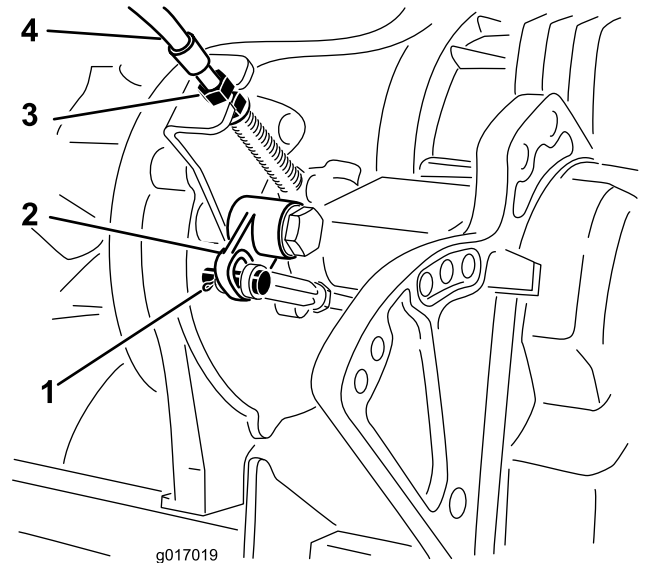

图46
注意： 如果出现松弛现象、请调整隔板上的锁紧螺母（图46）、在弹簧没有拉伸的情况下、消除拉线上的松弛。
4. 取下将铃型曲柄杆卡销固定到曲柄杆上的开口销和柱销（图46）。
5. 从铃型曲柄杆上断开卡销（图46）。
8. 在变速箱隔板上（图46）、调整拉线锁紧螺母、缩减到铃型曲柄的距离、匹配先前的改动。